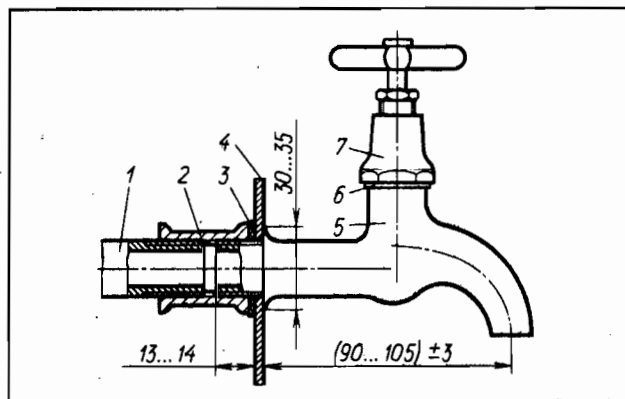

Рис. 35. Кран водоразборный настенный КВ15:
**Настенные.** К ним относят латунные краны КВ15 (рис. 35) и КВ20, устанавливаемые через муфту 2 на трубы с условным внутренним диаметром 15 или 20 мм, т. е. на трубы в  $1/2''$  и  $3/4''$ . Кран КВ15СД имеет струевыпрямитель и защитно-декоративное покрытие. Он дороже крана КВ15 в 2 раза, а кран КВ15АД имеет аэратор и защитно-декоративное покрытие. Краны можно ставить в любом месте. Особенно они удобны на садовом или приусадебном участке. При отсутствии пробки или заглушки можно также применить кран.